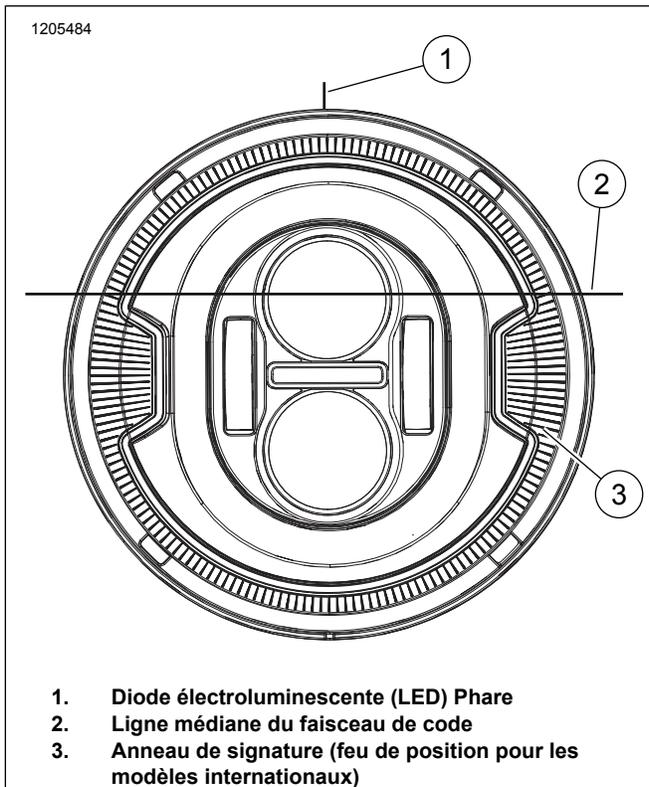
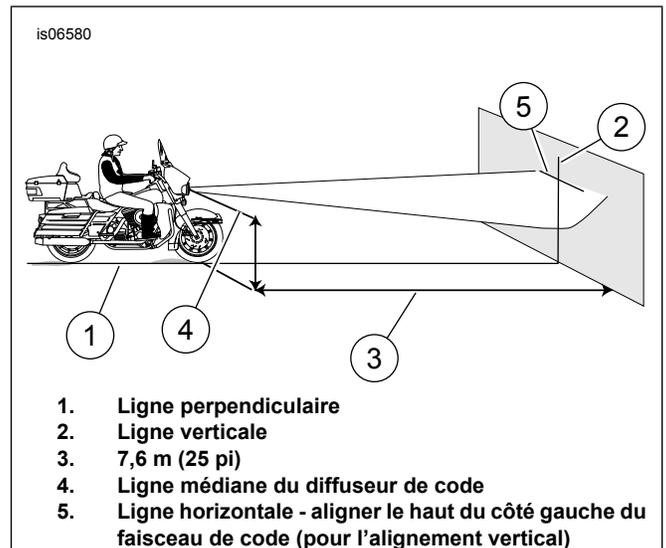

Figure 8. Configuration de phare à DEL
Figure 9. Vérification de l'alignement du phare
5. Se référer au Figure 8 et au Figure 9. Avec le véhicule chargé et à la verticale, orienter la roue avant tout droit vers le mur. Mesurer la distance entre le sol et le centre du **diffuseur de code** (4). Noter ce résultat.
6. Voir la figure 9. Tracer une ligne horizontale sur le mur au point (5) qui correspond à la mesure relevée à l'étape 4.
7. Tracer une ligne verticale (2) à partir de la ligne perpendiculaire (1) de façon à ce qu'elle coupe la ligne horizontale tracée à l'étape précédente.